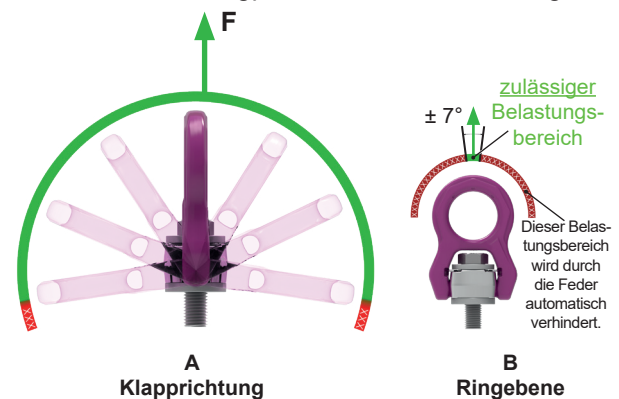

Abb. 5: *
* In Abb. 5 ist die Bauform der ACP M8-M30 bzw. 1/2"-1 1/4" dargestellt. Die Belastungsbereiche gelten ebenfalls für die ACP M36-M56 bzw. 1 1/2"-2".
Die Feder hält den Bügel aus der in Abb. 10 schraffierten Position ab. Dies führt dazu, dass die verbotene Belastung „quer zum stehenden Bügel“ (siehe Abschnitt 3.3.1, Abb. 5) nicht entsteht. Unter Last wird die Federkraft überwunden und der ACP kann senkrecht belastet werden. Das Klappen des Bügels über den von der Feder abweisenden Bereich ist mit erhöhtem Kraftaufwand jedoch von Hand möglich.